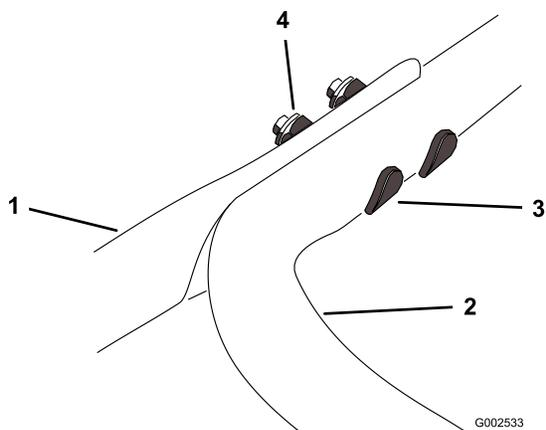

Figure 4
2. Montez la partie supérieure du guidon sur la partie inférieure et fixez-la avec 4 boulons à tête ovale, 4 rondelles et 4 contre-écrous (Figure 4).